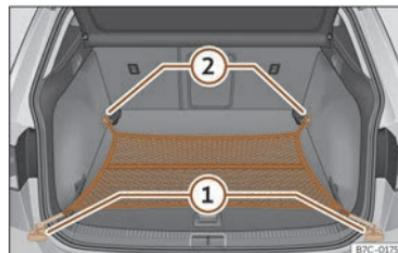

Fig. 169 Nel bagagliaio: borsa di rete agganciata a livello del piano.
- Fissare i ganci della rete agli occhielli di ancoraggio >>> fig. 169 ① e ② >>> ⚠. La cerniera della tasca dev'essere rivolta verso l'alto.